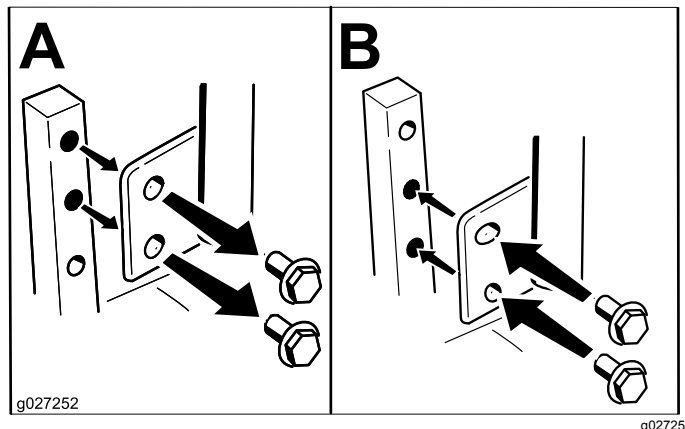

Figure 10
Vous pouvez régler la hauteur des leviers de commande de déplacement de manière à obtenir un confort maximum (Figure 10).
2. Desserrez le boulon inférieur jusqu'à ce qu'il soit possible de pivoter le levier de commande en avant ou en arrière (Figure 10).